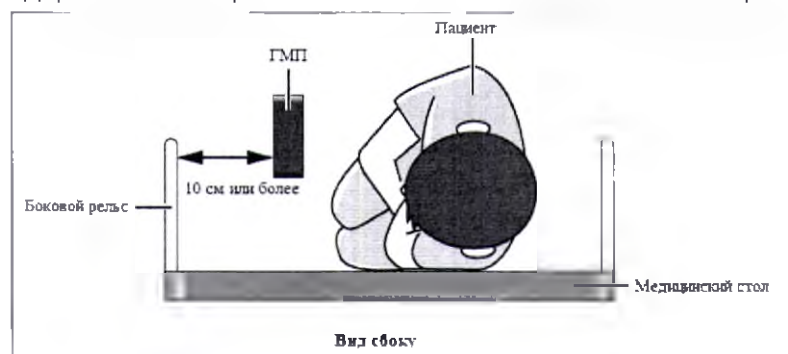

Рисунок 4.6
- Держите ГМП на расстоянии 10 см или больше от бокового рельса (см. рисунок 4.6).